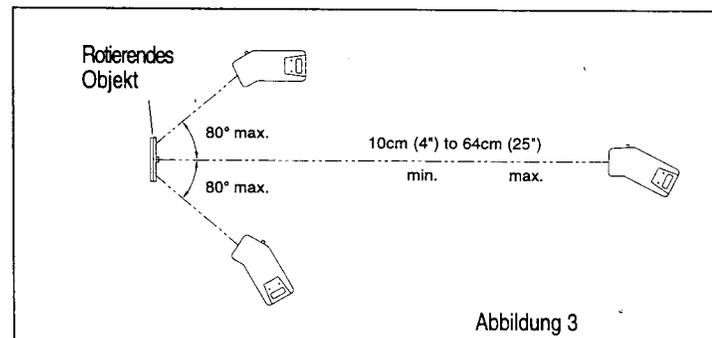

Abbildung 3
3. Den 780er auf das zu messende Objekt richten, wobei die auf Abbildung 3 gezeigten Entfernungsbegrenzungen und Winkel zu berücksichtigen sind.